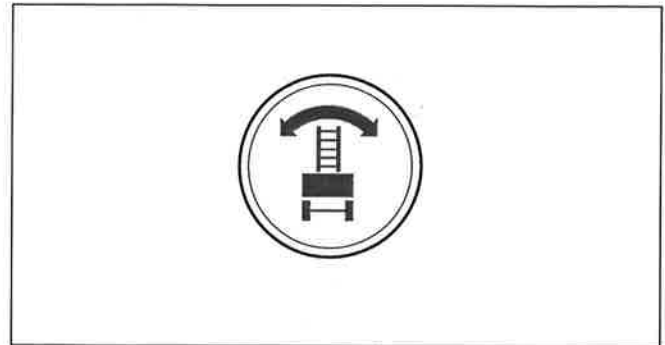

Abb. 72/1 Drucktaster *Niveaueausgleich*
- Drucktaster *Niveaueausgleich* (Abb. 72/1) betätigen. Dadurch wird automatisch ein Bahnpunkt gespeichert.